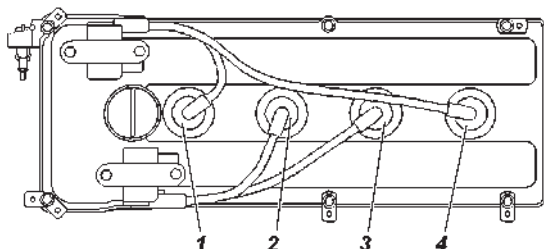

Рис. 9.15. Порядок установки высоковольтных проводов:
11. Запрещается пуск двигателя с неправильно установленными высоковольтными проводами от катушек зажигания к свечам или с низковольтными проводами к катушкам зажигания (рис. 9.15).